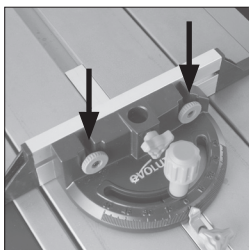

Abb. 22
- Schieben Sie die Befestigungsschrauben durch beide (2) Löcher in der Senkrecht-Platte und befestigen sie mit den Flügelmuttern. **(Abb. 22)**.